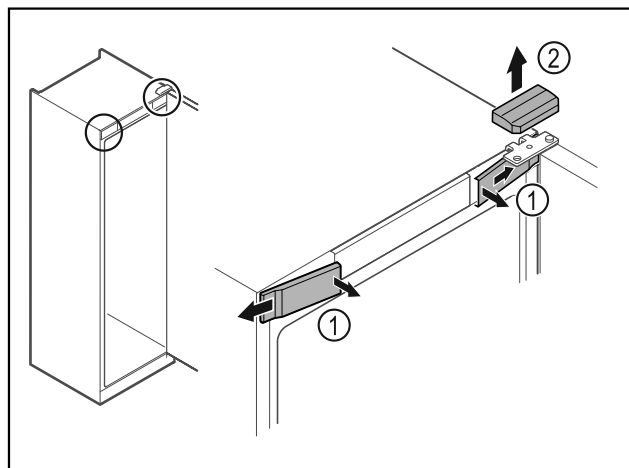

Fig. 8
- ▶ Izvadite prednje poklopce Fig. 8 (1) iznutra i skinite ih na stranu.
- ▶ Skinite gornji poklopac Fig. 8 (2) prema gore.